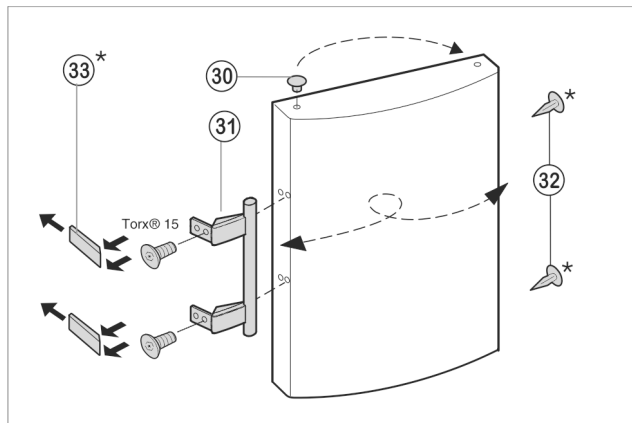

Fig. 8
- ▶ Čepe *Fig. 8 (30)* vzemite iz puše ležaja vrat in jih prestavite.
- ▶ Ročaj *Fig. 8 (31)*, čepe *Fig. 8 (32)* in potisne plošče *Fig. 8 (33)* odmontirajte in jih prestavite na drugo stran.